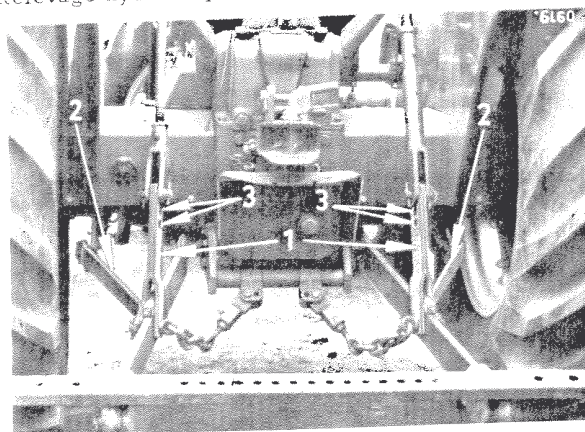

Fig. 21
Afin d'éviter les rebonds, montez les rallonges de tringles de relevage (1) Fig. 21 (équipement spécial). Amenez les bras de relevage en position haute. Réglez la hauteur de la barre d'attelage comme nécessaire en utilisant les trous de réglage (3) prévus à cet effet.